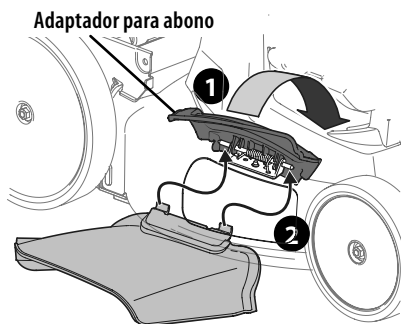

Figura 9
1. En el lado derecho de la cortadora, levante el adaptador para abono(Figura 9).